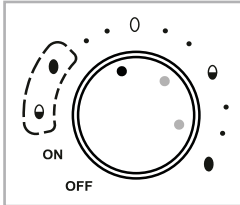

Abb. 3
- Wählen Sie den **mittleren** Punkt des jeweiligen Bereichs (Abb. 3), wenn Sie 7 kühl-schrankkalte, durchschnittlich große Eier (Größe M/L) kochen wollen: